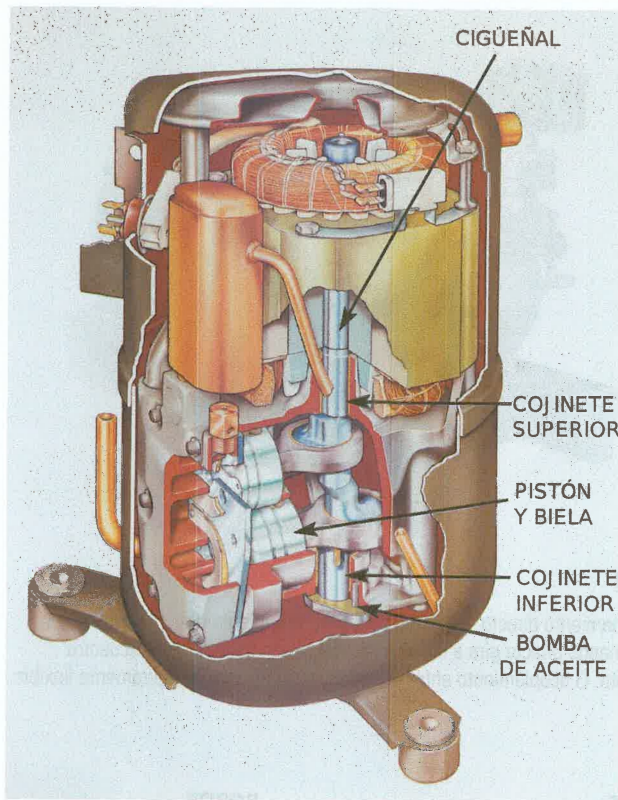

Figura 23-12 Partes internas de un compresor hermético soldado. *Cortesía de Tecumseh Products Company*
8. Los pistones y las bielas se mueven hacia fuera del cigüeñal, por lo que trabajan en un ángulo de 90° en relación con el cigüeñal, **figura 23-12**.